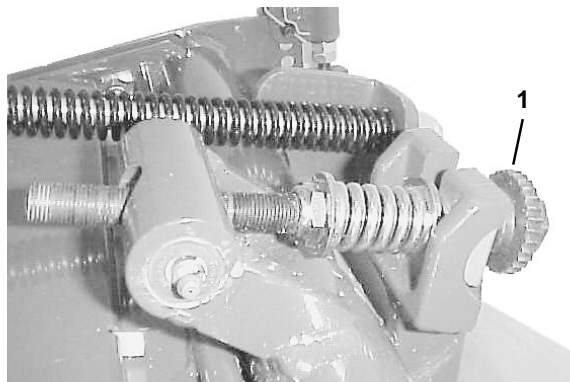

Fig. 6
**MERK:** For å dreie knivplaten justeringshjul trenger du en 19 mm nøkkel. Hvert hakk på hjulet flytter knivplaten 0,013 mm nærmere sylindere (fig. 6).